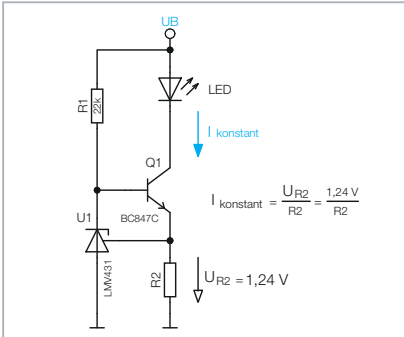

Bild 20: Konstantstromsenke mit LMV431
Unser letztes Beispiel ist ein Konstantstromsenke, zu sehen in Bild 20. Der LED-Strom fließt auch über den Emitterwiderstand R2. Der LMV431 steuert die Basis des Transistors T1 an, bis sich über dem Emitterwiderstand R2 eine Spannung von 1,24 V einstellt. Der LED-Strom bleibt auch bei sich verändernder Versorgungsspannung (UB) konstant. Weitere interessante Anwendungsbeispiele sind auch im Datenblatt nachzulesen [3].